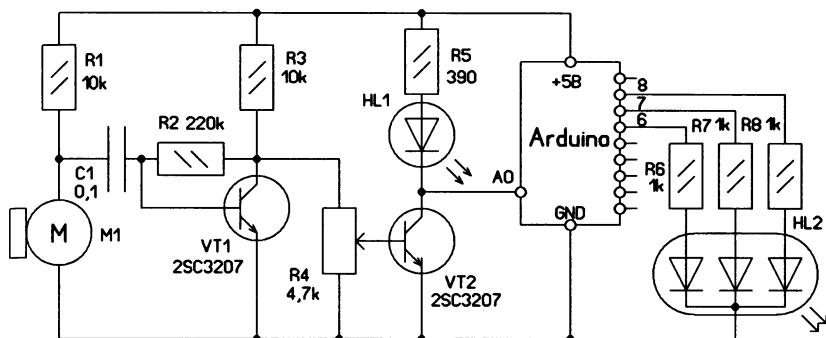

Рис. 10
Для визуальной объективности оценки работы надо добавить ещё два светодиода или поставить в схему один трёхцветный (рис. 10). Относительную избирательность программы к коротким и протяжным звукам можно проверить, распевая или выкрикивая «а». Короткие сигналы будут переключать цвета свечения светодиода, а протяжные блокировать (иногда не сразу) переключения. Строка «**y1=y2;delay (300);**» ограничивает «скорость переключений» в 0,3 сек., а строка «**if (y1-y2>=200){....}**» определяет временной порог, отличающий корот-